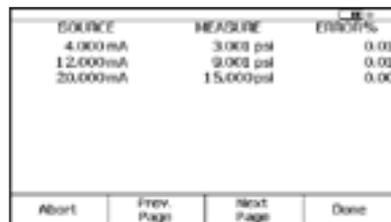

Figura 19.
11. Una vez realizados los ajustes, seleccione "As Left", "Done" y "Manual Test" y repita el paso (8). Si el ajuste se ha realizado con éxito, todos los errores del resumen de los resultados de la ejecución aparecerán en vídeo normal (o menos del 0,25%) (Figura 19).